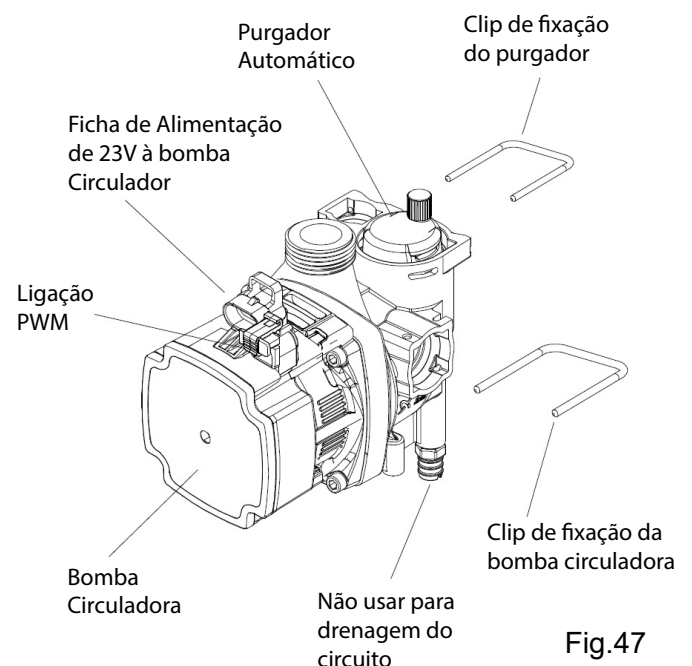

Fig.47
Retire os painéis frontal e inferior (fig. 39-40). Remova a caixa de controlo do painel (secção 8.222). Feche as válvulas do circuito de aquecimento e drene a água no ponto de drenagem (fig.46). Remova o interruptor do motor da válvula hidráulica para permitir o acesso e desaparafuse a ligação da válvula do circuito primário do aquecimento (fig.47).
8.15 PARA SUBSTITUIR A BOMBA CIRCULADORA (Fig.47)
8.16 PARA SUBSTITUIR O PURGADOR AUTOMÁTICO (Fig. 47)